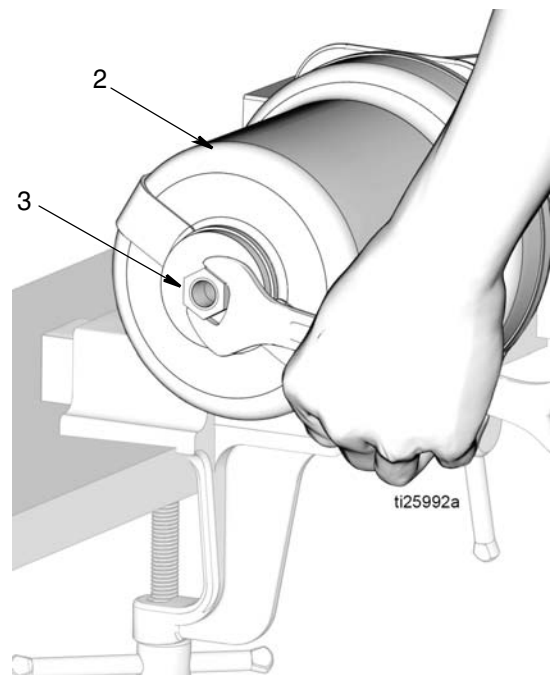

图 16
12. 从气缸 (2) 的顶部拆下活塞防松螺母 (3) (图 16)。